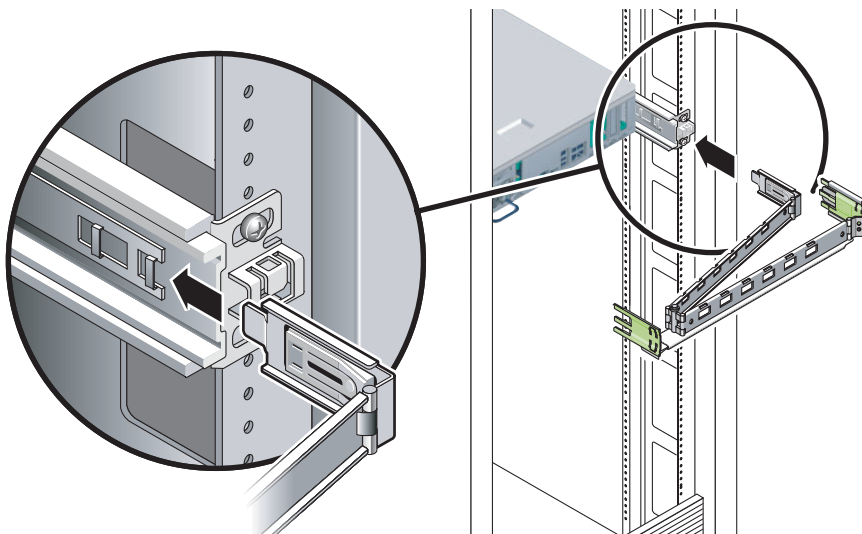

図 3-31 内部 CMA コネクタの取り付け
2. 小さい方の CMA 拡張部品を固定部品の端にあるクリップに挿入します (図 3-31)。